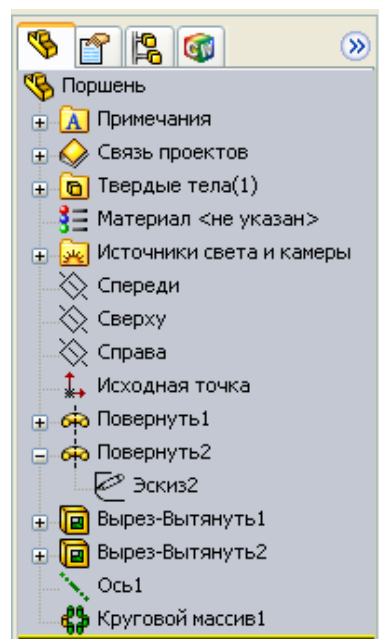

Рис. 2.15. Измененное **Дерево Конструирования**
8. После всех сделанных построений **Дерево Конструирования** изменило свой вид (рис. 2.15): в нем появились новые элементы. Каждый элемент отвечает за свои построения. Если щелкнуть мышью по элементу **Дерева Конструирования**, то в графической области подсветится соответствующий ему элемент. Чтобы изменить параметры элемента, щелкните по нему правой кнопкой мыши и в контекстном меню выберите **Редактировать определение**, или **Редактировать эскиз** – если требуется изменить эскиз, на котором построен этот элемент.